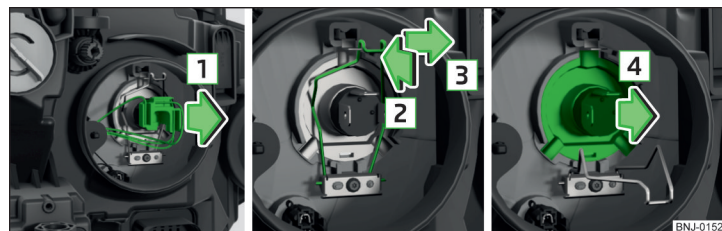

Fig. 206 Udskiftning af pære til nærllys og fjernlys
- › Tryk på stiklåsen, og tag stikket ud i pilens retning **1** » Fig. 206 ved at foretage rokkebevægelser.